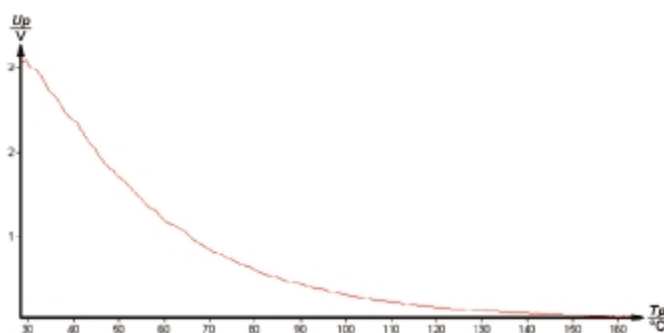

Рис. 6. Типовая зависимость напряжения на образце от температуры.
5. Зависимость продольного напряжения  $U_p$  от температуры снимают при охлаждении образца. В интервале температур 170...100 °С измерения целесообразно проводить через 10 °С, а в интервале 100...25 °С - через 5 °С. Типичная кривая температурной зависимости продольного напряжения  $U_p$  в исследуемом температурном интервале приведена на рис. 6.